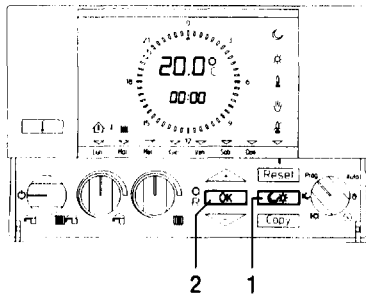

Fig. 23
5. Нажмите   (рис. 23 поз. 1) для выбора режима комфортной  или пониженной  температуры (рис. 23).
6. По окончании настройки дневной программы нажмите «OK» (рис. 23 поз. 2). Теперь можно скопировать созданную программу на другие дни недели.